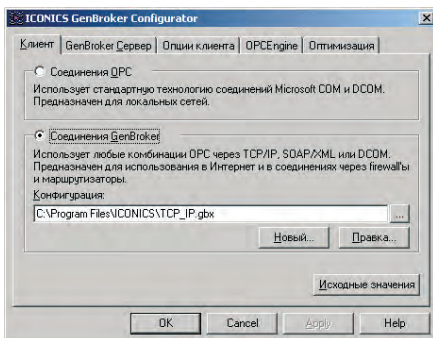

Рис. 12. Настройка соединений GenBroker
Происходит это потому, что на Вашем компьютере установлен режим использования соединений GenBroker (GenBroker Configurator – «Закладка Клиент»), как показано на рис. 12, а на удалённом компьютере серверный модуль **GenBroker**, который необходим для организации соединения с OPC-тегами через интерфейс GenBroker, не запущен. С помощью
1. Отказаться от использования интерфейса GenBroker, выбрав в настройках GenBroker Configurator (рис. 12) флажок «Соединения OPC».